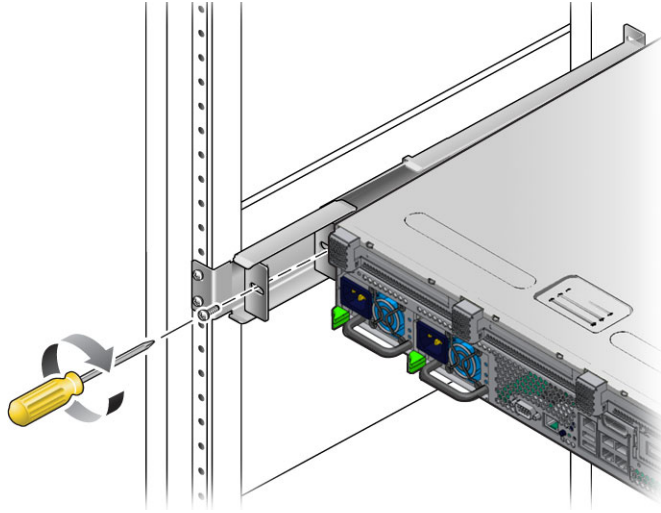

图 3-21 将服务器的后部固定到后部挡片上
16. 将服务器向后推，直至其与后部挡片靠齐，然后使用 $M5 \times 10$ SEM 螺丝（每个后部挡片使用一颗），将服务器的后部固定到后部挡片上（图 3-21）。